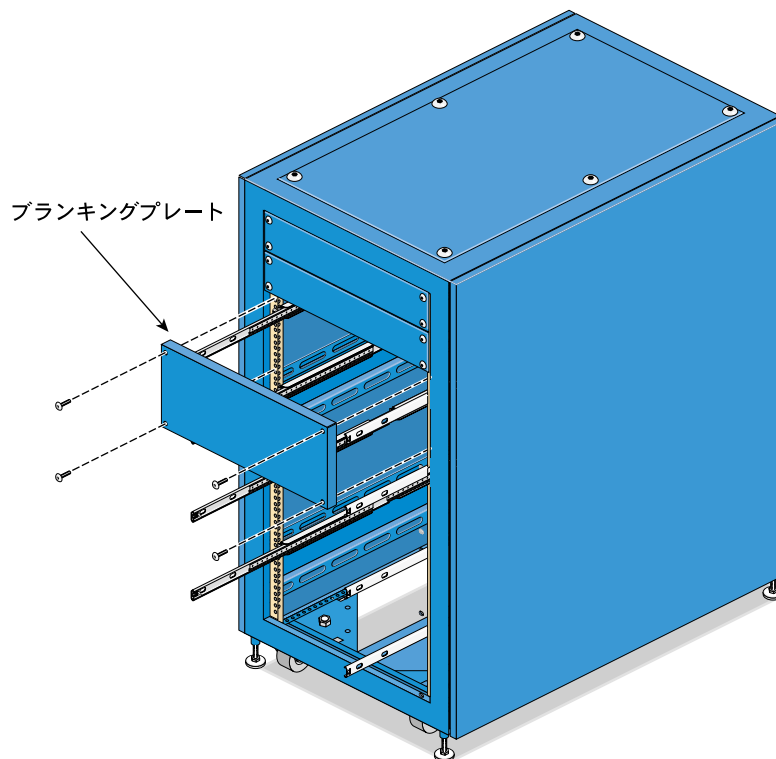

図 4-10 ノードブランキングプレートの取り付け
5. ノードを取り外してすぐに交換しない場合は、ラックに 4U ノードブランキングプレートを取り付けることができます (図 4-10 を参照)。